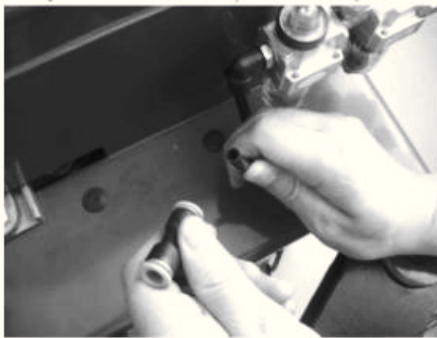

рис.13
3.3.2 Подсоедините воздушный шланг. Снимите адаптер, находящийся на полиуретановом шланге Ø8 на боковой стенке корпуса, и вставьте его в колечковый фитинг. См. рис. 13/14. Адаптер должен удерживать шланг от соскальзывания в корпус.